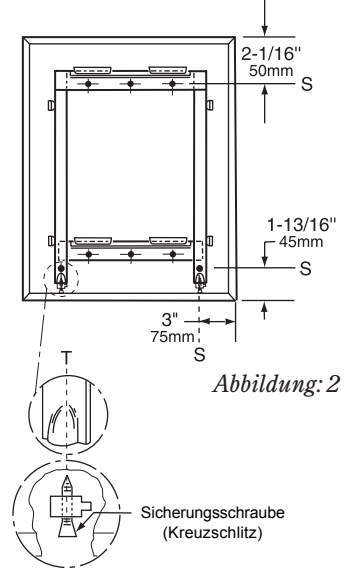

Abbildung: 2
**Rahmen** — Edelstahl CR 17 (1.4016), 13 x 13 x 9,5 mm Kanal mit 6-mm-Versteifung auf der Rückseite, hochglanzpoliert. Einteiliger Rahmen mit 90°-Ecken mit Gehrungskanten. Die Rückwand aus verzinktem Stahl ist mit integrierten horizontalen Aufhängevorrichtungen in der Nähe der Oberseite zur Aufhängung des Spiegels und an der Unterseite versehen, die verhindern, dass der Spiegel unten von der Wand absteht. Sperrvorrichtungen sichern den Spiegel an einer verdeckten Wandaufhängung. Im Sicherungsschrauben-Design (siehe Abb. 2) befestigen verdeckte Kreuzschlitz-Sicherungsschrauben den Spiegel fest an der Wandaufhängung.